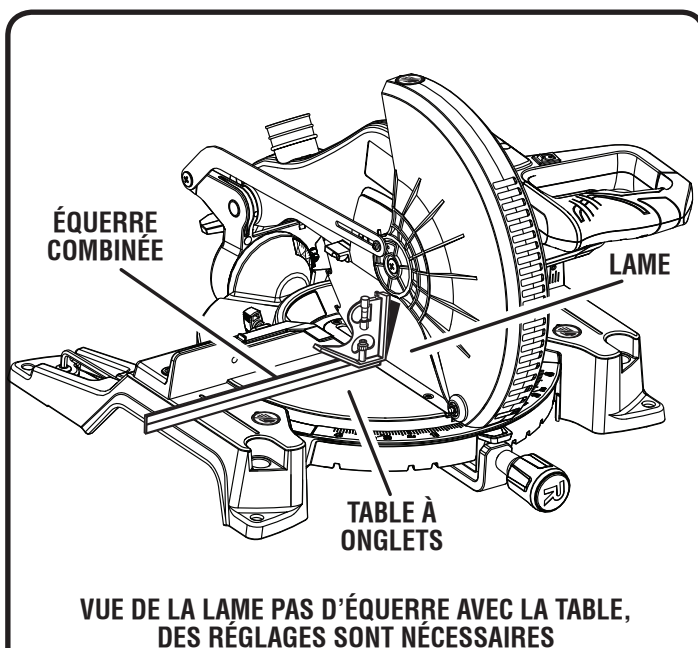

Fig. 21
- Si le haut ou le bas de la lame s'écarte de l'équerre, des réglages, illustrés aux figures 21 et 22, sont nécessaires.